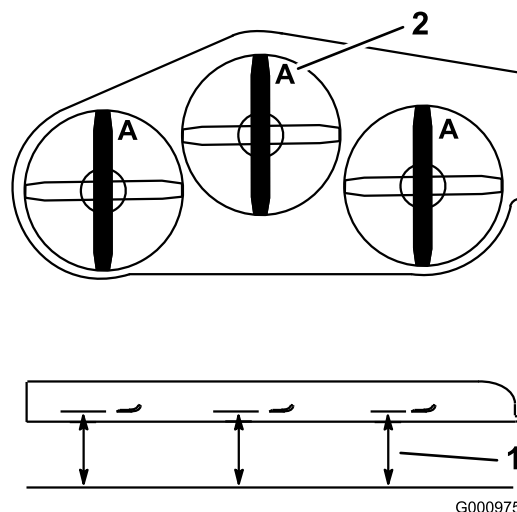

**Figura 72**
1. Inspeccione los filos de corte (Figura 72).
4. Si observa fisuras, desgaste o la formación de una ranura en esta zona, instale de inmediato una cuchilla nueva (Figura 72).